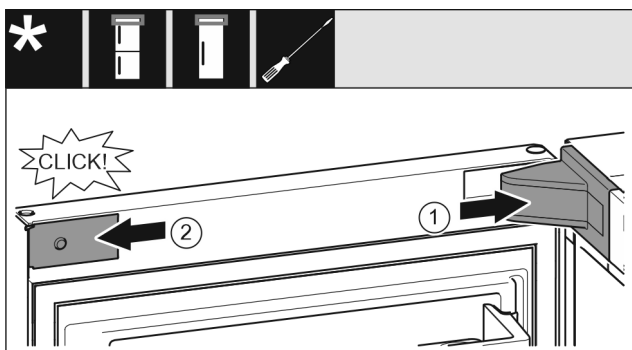

Fig. 65
- ▶ Lagerbokafdekking Fig. 65 (1) plaatsen en vastklikken, evt. voorzichtig uit elkaar drukken.
- ▶ Panelen Fig. 65 (2) aan de zijkanten plaatsen en vastklikken.